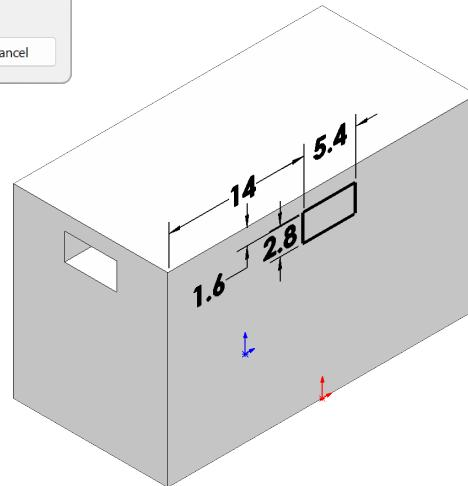

Fig. 15
Step 6. Add dimensions, Fig. 15.